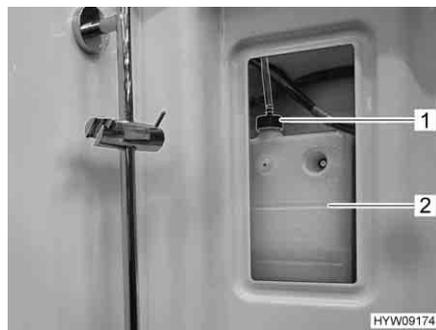
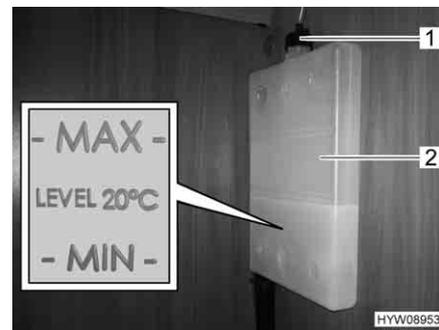

Fig. 188 Vaso d'espansione (riscaldamento ad acqua calda)
Fig. 189 Riga "MIN/MAX"
- Rimuovere la copertura per il vaso d'espansione (Fig. 188,2) a destra e in alto nella doccia.
- Controllare se il livello del liquido nel vaso d'espansione (Fig. 189,2) è tra le righe del "MIN" e del "MAX" (Fig. 189).
- Aprire il coperchio (Fig. 188,1 o Fig. 189,1) del vaso di espansione.